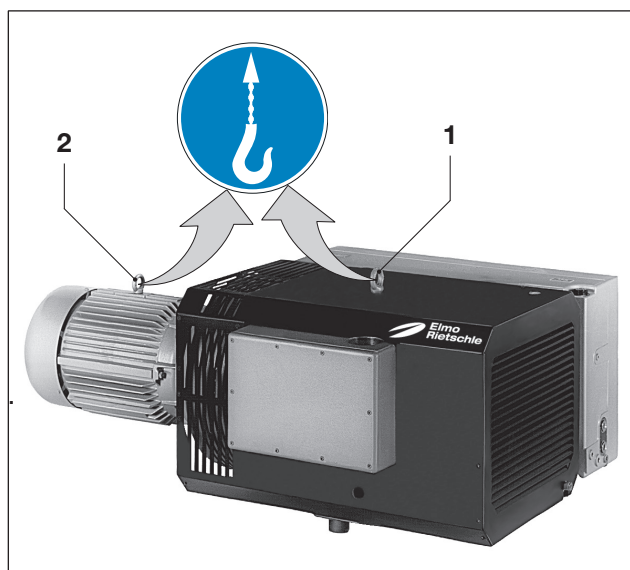

Fig. 1 Løft og transport
- b) Til løft og transport af maskinen skal denne hænges op ved hjælp af hejseværket i pumpehusets øjebolt (fig. 1/1) og motorhusets (fig. 1/2). Hvis sidstnævnte mangler, skal motoren hæves op med en rebslyng